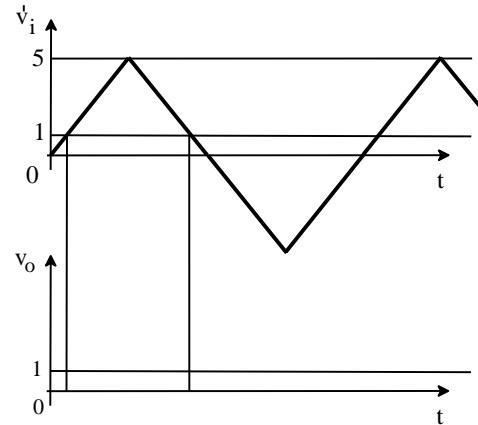

Figura 1.141 – Forma de onda na saída para o diodo na 2ª. aproximação e  $V_1 = 2,0$  V.
► Faça você mesmo (a): se a fonte  $V_1$  for substituída por outra de valor + 2 V e se para o diodo  $D_1$  for utilizada a 2ª aproximação ( $V_F = 0,7$  V), qual será a nova forma de onda na saída do circuito? Fazer o esboço de  $v_o(t)$  na Figura 1.141.